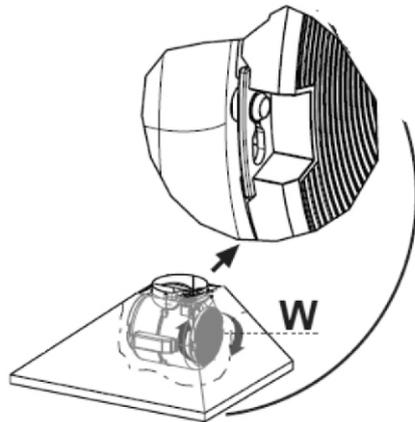

Fig.03
- 1 - Verificar se os filtros de carvão está posicionado conforme (fig.03)